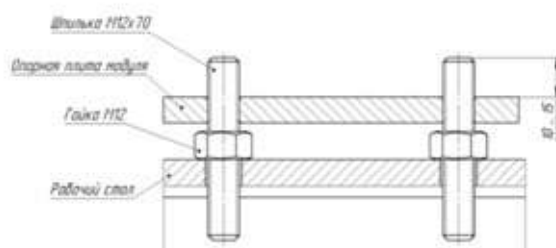

Рис. 5
4.3.9. С нижней стороны рабочего стола на каждую шпильку установить шайбы (плоскую и пружинную) с гайкой и затянуть до упора, удерживая шпильку (рис. 5).